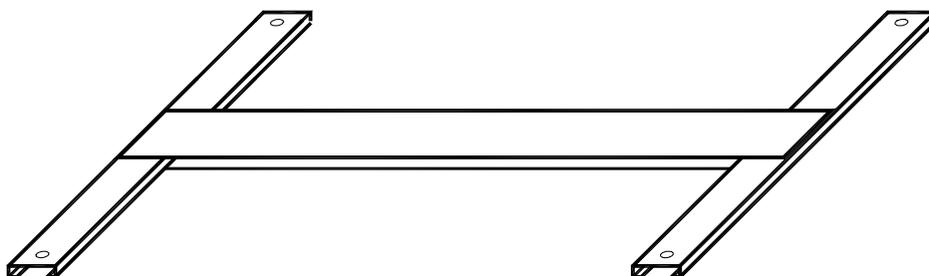

Fig.3
- 3) Una las guías hembra con el accesorio separador mediante los tornillos que se proveen para ese fin. (Fig.3)